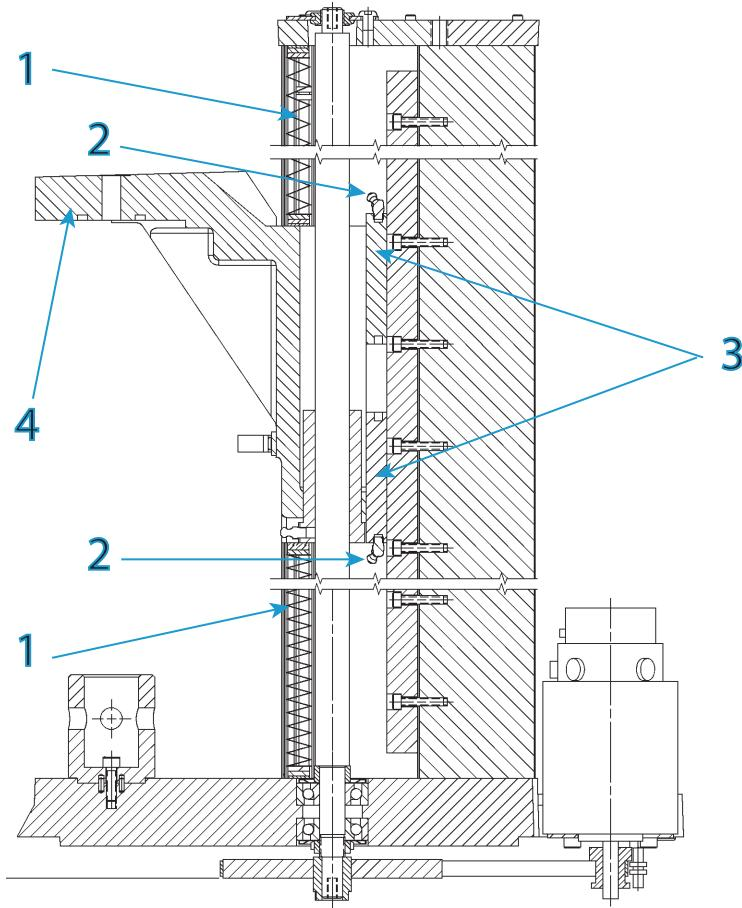

Figura 23. Lubricador de los carros de la guía lineal
Leyenda de Figura 23
6. Extraiga las cubiertas del husillo de recirculación de bolas de la cruceta y apártelas de la cruceta. Consulte la Figura 23 en la página 130 para localizar el engrasador situado en cada carro.